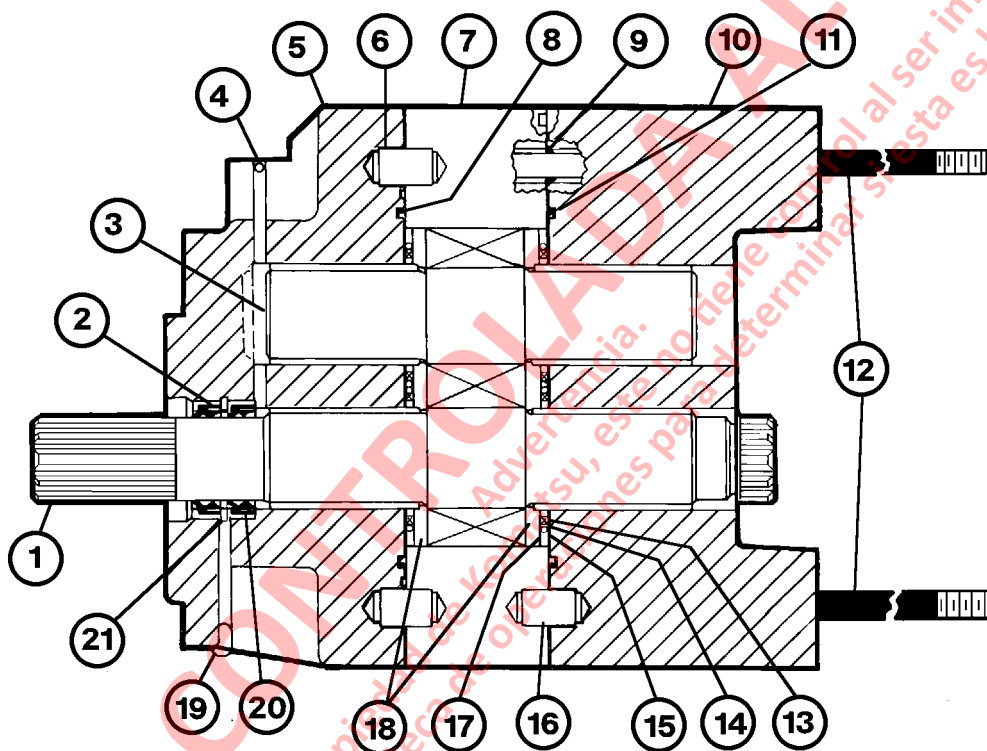

FIGURA 3-6. DESARME DE LA BOMBA DE LEVANTE (sección delantera)
10. Retire la placa de conexión (10, Figura 3-6). Si la placa de conexión está atascada, golpéela ligeramente con un martillo plástico para soltarla. Luego, desmonte los O-rings (9) y (11).
11. Retire los anillos de acero (13), el anillo de respaldo (14), el O-ring y el retenedor (15) y la placa de aislamiento (17). Retire las espigas (16) si están dañadas o si es necesario el reemplazo de la placa de apoyo (10).
12. Desatornille los espárragos roscados (12) y retírelos. Retire la brida (5). Si la brida está atascada, golpéela ligeramente con un martillo plástico para soltarla. Retire el O-ring (8). Retire las espigas (6) si están dañadas o si es necesario el reemplazo de la brida (5) o de la placa de engranajes (7).
13. Retire los anillos de acero, el anillo de respaldo, el O-ring y el retenedor. Retire el engranaje de transmisión (1) y el engranaje intermedio (3) de la placa de engranajes (7). Desmonte ambas placas de presión (18).